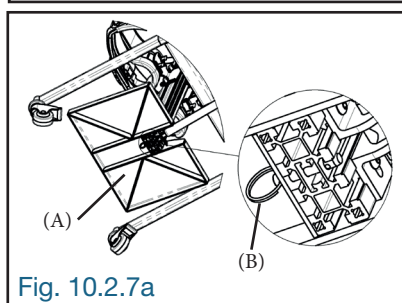
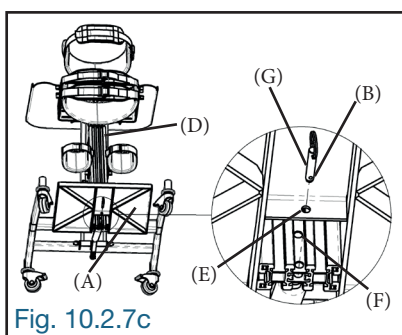

Fig. 10.2.7a
Fig. 10.2.7c
Retirer la goupille à dégagement rapide (B) sous le plateau de pieds (A) (Fig. 10.2.7a).
Glisser le plateau de pieds (A) sur le châssis (D) de façon à aligner le trou (E) du plateau de pieds avec le trou (F) désiré du châssis (Fig. 10.2.7c). Insérer la goupille à dégagement rapide (B) sous le plateau de pieds (A). Assurez-vous que le verrou (G) de la goupille (B) soit complètement dégagé de l'autre côté du châssis (D) afin qu'elle soit bien verrouillée (Fig. 10.2.7a).